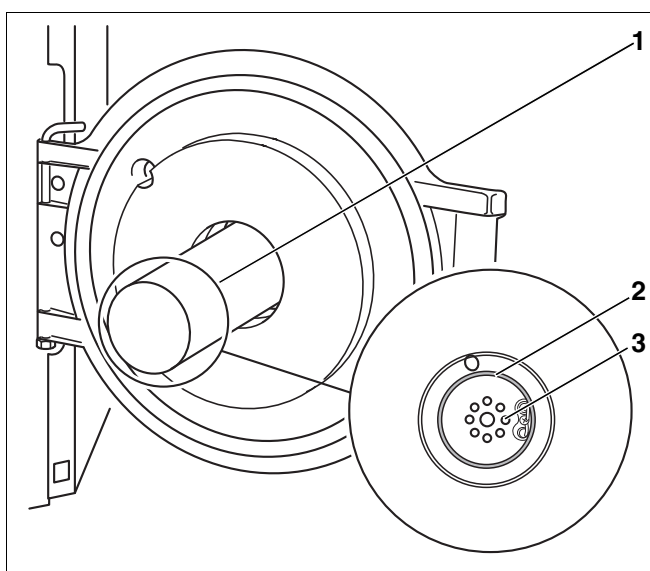

Abb. 25 Korrekten Sitz des Dichtrings kontrollieren
- Korrekten Sitz über die Innenseite der Brennertür prüfen, indem Sie in das Brennerrohr (Abb. 25, **Pos. 1**) hineinschauen.
- Wenn Mischsystem (Abb. 25, **Pos. 3**) und Dichtung (Abb. 25, **Pos. 2**) in korrekter Position sitzen, so können Sie die Brennertür schließen und mit den Brennertürschrauben festschrauben.